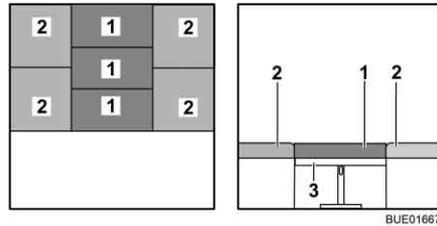

Fig. 94 Después de la transformación
- Colocar tres de los cojines de respaldo (Fig. 94,1) en la mesa.